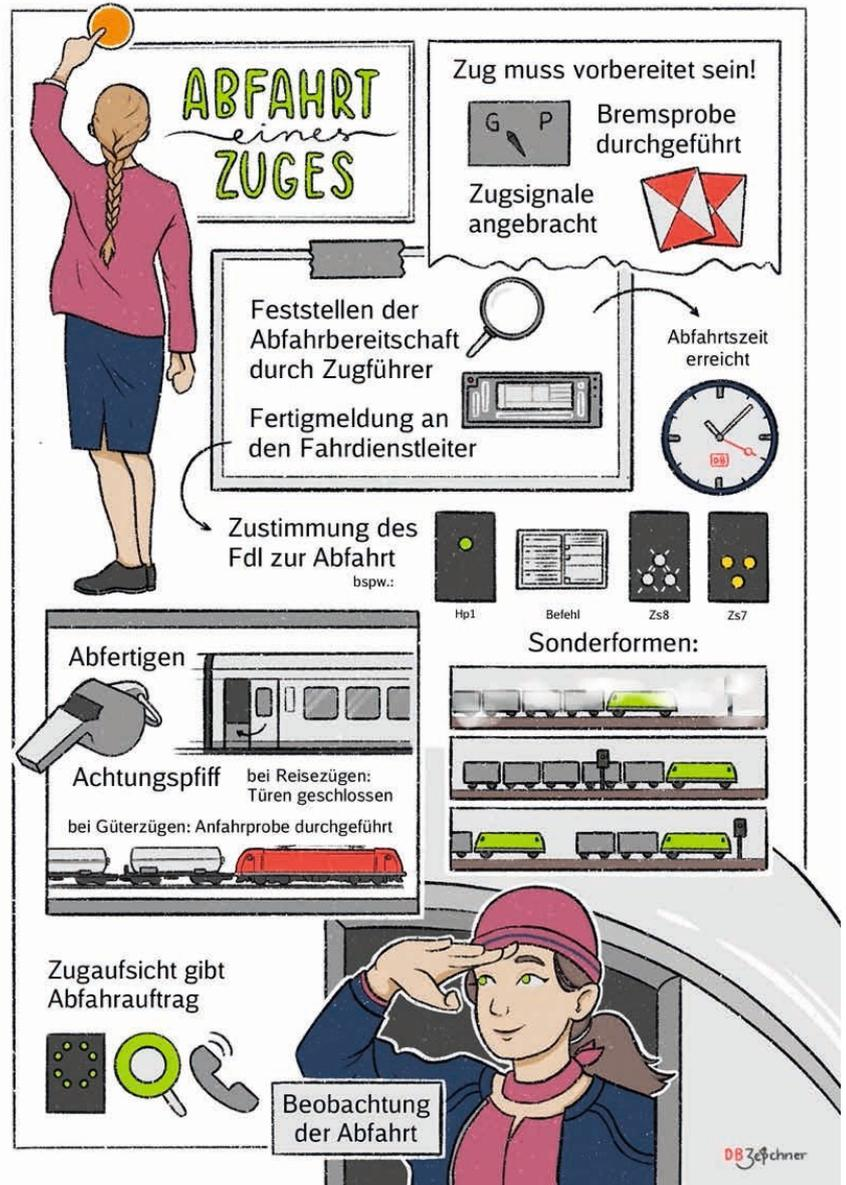

Abbildung 1: Beispiel für grafische Zusammenfassung im Kapitel „Abfahrt eines Zuges“
- Eine weitere Besonderheit: Die jeweiligen Kapitel werden abschließend in einer Grafik zusammengefasst (siehe Abb. 1). Dies hilft den Lesenden, einen grafischen Überblick zu den jeweiligen Schwerpunkten zu erhalten. Diese Sketchnotes entstanden in enger Zusammenarbeit mit den DB Zeichnern.